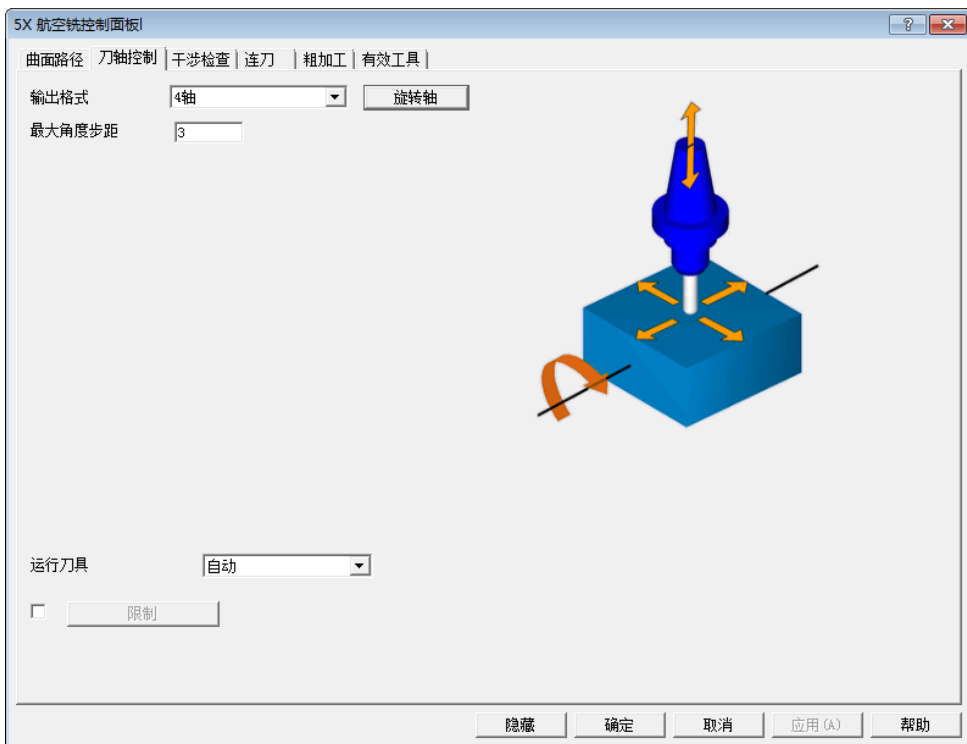

图 4-85 “刀轴控制”选项卡 (1)
- 选择“刀轴控制”选项卡 (1)，选择“输出格式”为“4 轴”，设置“最大角度步距”为“3”，如图 4-85 所示。